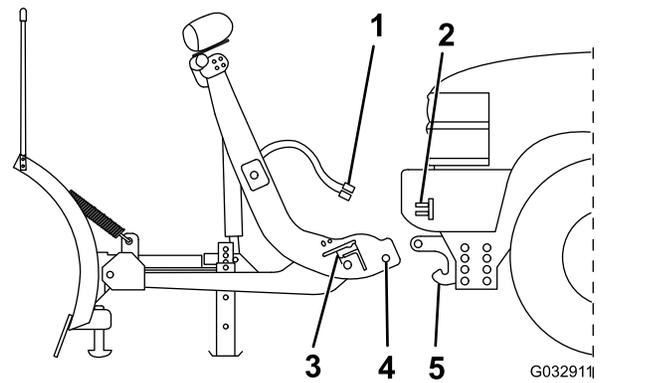

Bild 25
- Nehmen Sie den Staubdeckel des elektrischen Anschlusses ab und schließen den Kabelbaum des Schneeschildes am Fahrzeugkabelbaum an (Bild 25).
- Fluchten Sie das Fahrzeug mit dem Schneepflug aus und fahren Sie langsam vorwärts, bis der untere Stift die Stiftaufnahme der Druckstange berührt (Bild 25).